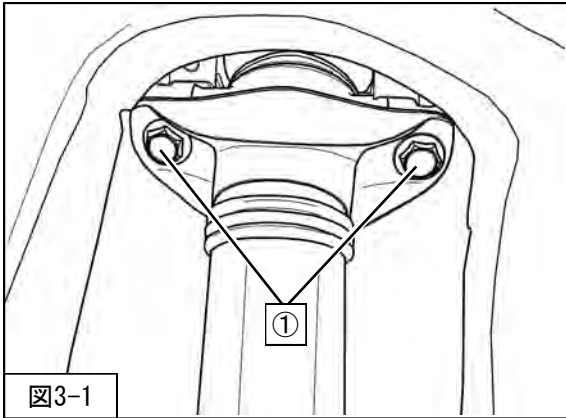

図3-1
3. ①リアショックアブソーバASSYアッパー取付ボルトを取外してください。(図3-1)
4. ②リアショックアブソーバASSYロア取付ナット
③ワッシャ
④アッパーアーム取付ボルト・ナット